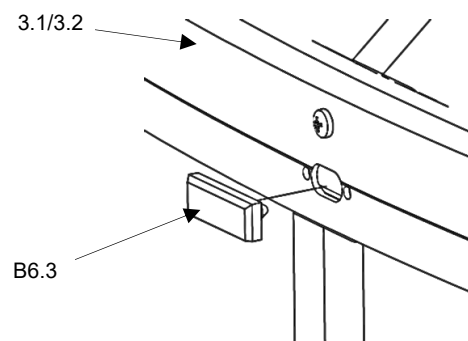

Abb.67
- Entwässerungskappen (B6.3) in den Bohrungen der Traufprofile (3.1/3.2) positionieren. (Abb.67)